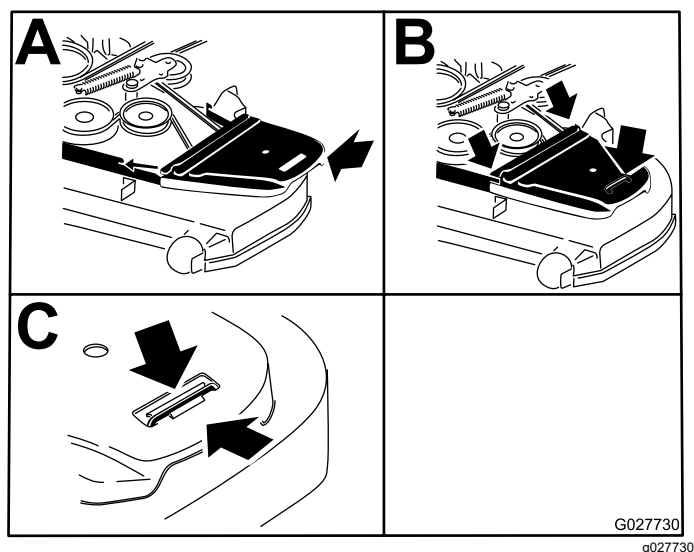

Figure 84
13. Posez les protège-courroies (Figure 84).